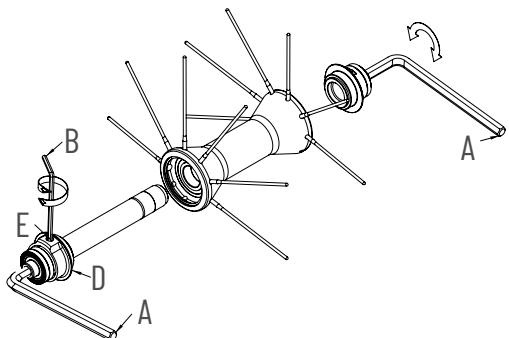

FIG. 1
- Inserite due chiavi a brugola da 5mm (A) dentro agli scontri alle estremità dei mozzi (Fig.1 e 2) e ruotatele in **senso antiorario**.
- Se necessario effettuare una registrazione del mozzo agendo sulla ghiera (D).
- Allentate il grano (E) con una chiave a brugola da 2mm (B) (Fig. 1).
- Richiudete il grano (E).